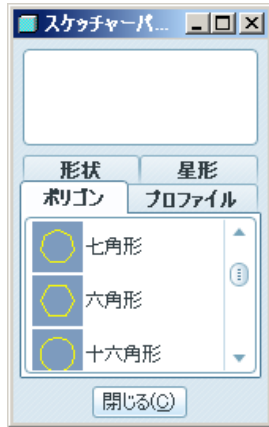

図 5-3 パレットのポリゴン
- ・パレット  をクリックしてポリゴンの六角形  (図 5-3) を座標軸の中心付近へドラッグすると画面に六角形が書かれる.